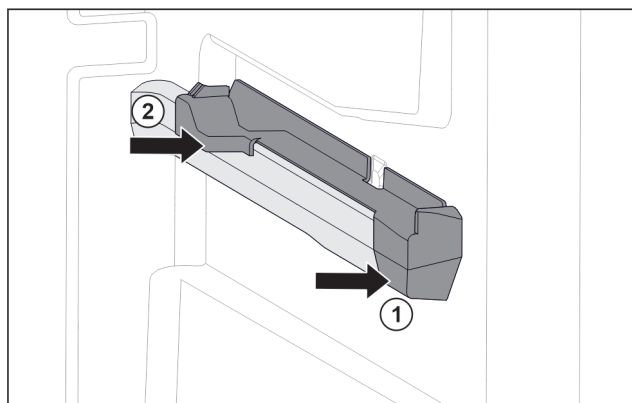

Fig. 115 Natični nastavek na desnemu nastavku za posodo
- Natični nastavek spredaj namestite na nastavek za posodo. Fig. 115 (1)
- Pritisnite natični nastavek zadaj. Fig. 115 (2)